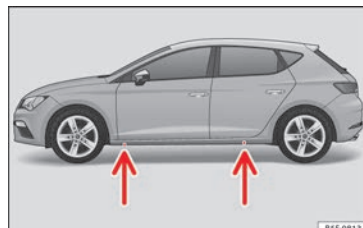

Fig. 73 Travesaño: marcas.
- Busque en el larguero la marca del punto de apoyo del gato (zona hundida) más cercana a la rueda a cambiar » fig. 73.